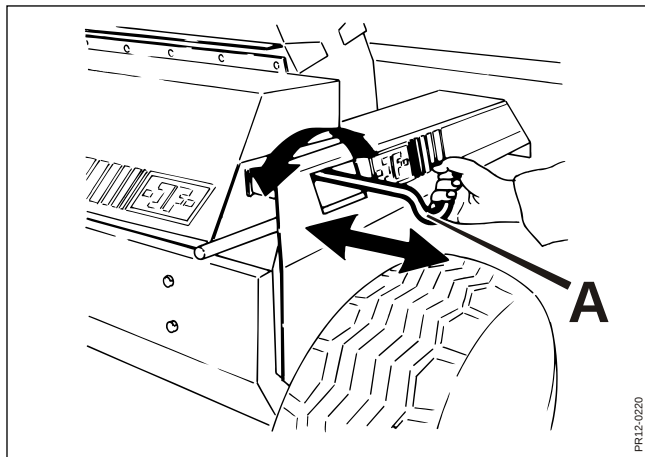

Fig. 4-26
- Fig. 4-26** 3. Ställ in slipenheten så att den hamnar 2-3 mm från knivarna genom att vrida handtag **A**.